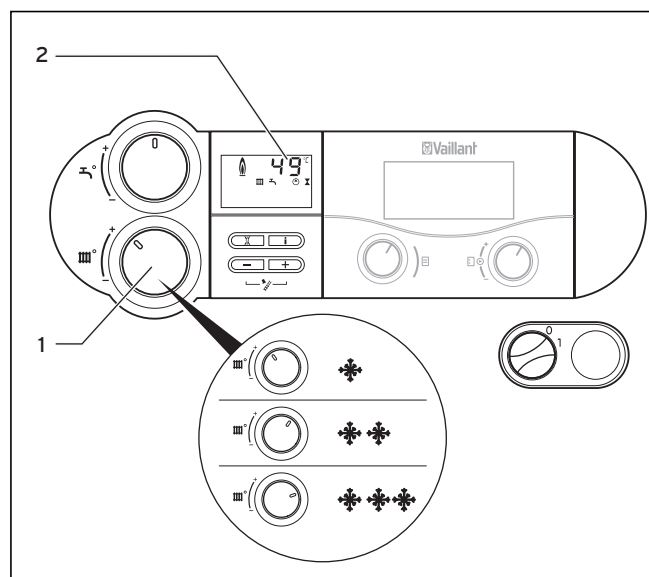

Fig. 6.8 Réglage de la température de départ sans appareil de régulation
Dans la mesure où aucun appareil de régulation externe n'est installé, réglez la température de départ à l'aide du sélecteur (1) (Fig.6.8) en fonction de la température extérieure. Nous vous recommandons de procéder aux réglages suivants :
Lors du réglage de la température, la valeur correspondante (2) (Fig. 6.8) s'affiche sur l'écran du système DIA. Cette valeur s'efface après environ trois secondes pour être remplacée par l'affichage standard (température actuelle de départ du chauffage).